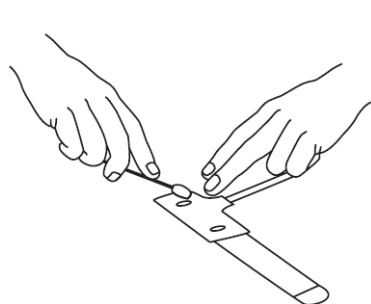

Fig. 1
- 1) Pour les peaux fragiles, l'adhérence de l'adhésif de qualité médicale peut être réduite ou éliminée en badigeonnant les zones adhésives avec un tampon de coton ou une gaze (voir fig. 1).